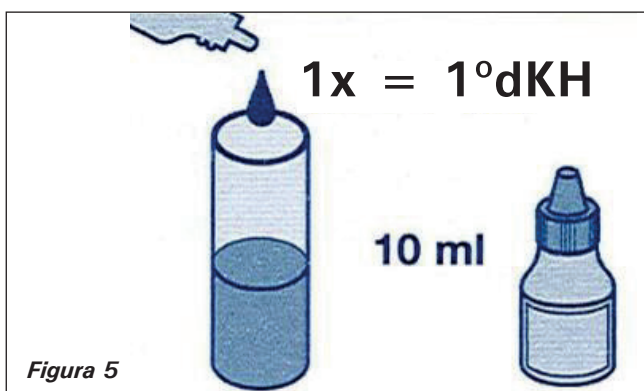

Figura 5
1. Puede solicitar información acerca de la dureza del carbonato a su proveedor de agua. Como alternativa, puede analizarla con un test rápido (consulte la Figura 5). Tiene que seleccionar el ajuste de desvío basado en la dureza del carbonato y la finalidad del equipo. Las capacidades típicas del filtro se especifican en la Tabla 1.
1. È possibile richiedere informazioni sulla durezza carbonatica al proprio fornitore di acqua. In alternativa, può essere analizzata con un test rapido (vedere la Figura 5). È necessario selezionare l'impostazione di bypass in base alla durezza carbonatica e all'utilizzo dell'apparecchiatura. Le capacità tipiche del filtro sono specificate nella Tabella 1.